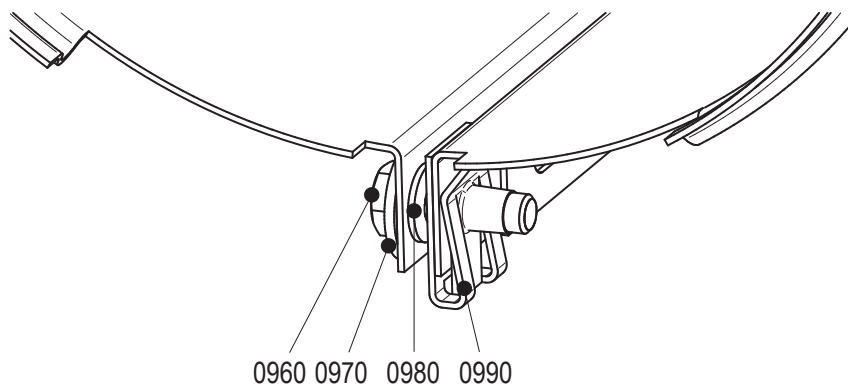

Figura 12: Inserimento camicia.
- 1 Allentare le viti (0960). Vedere la figura 12.
- 3 Chiudere la camicia e serrare la vite (0960). Vedere la figura 12.
- Chiudere la camicia e serrare la vite (0960). Vedere la figura 12.